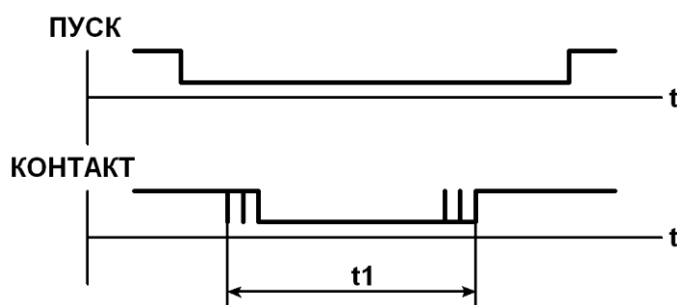

Рис. 5.4.4. Диаграмма сигналов при измерении длительности состояния контакта
5.4.5 Измерение длительности состояния контакта. Это время, в течении которого контакт находится в определённом состоянии после срабатывания (после смены своего состояния). На рис. 5.4.4 приводится поясняющая диаграмма сигналов на ключе и на контакте реле.
На рис. 5.4.4. длительность состояния контакта обозначена как t_1 . Измерение данного параметра происходит с учётом времени вибрации контакта. Так же измерение данного параметра может происходить как при замыкании ключа, так и при размыкании ключа. Чтобы настроить прибор на измерение данного параметра при замыкании ключа, необходимо в меню прибора выбрать пункт Меню → Отображаемые параметры → Параметр N → Срабатывание реле → Длительность срабатывания контакта → Контакт N. Где Параметр N – это порядковый номер отображаемого на дисплее измеряемого параметра, а Контакт N – номер контакта реле, параметры которого подлежат измерению.